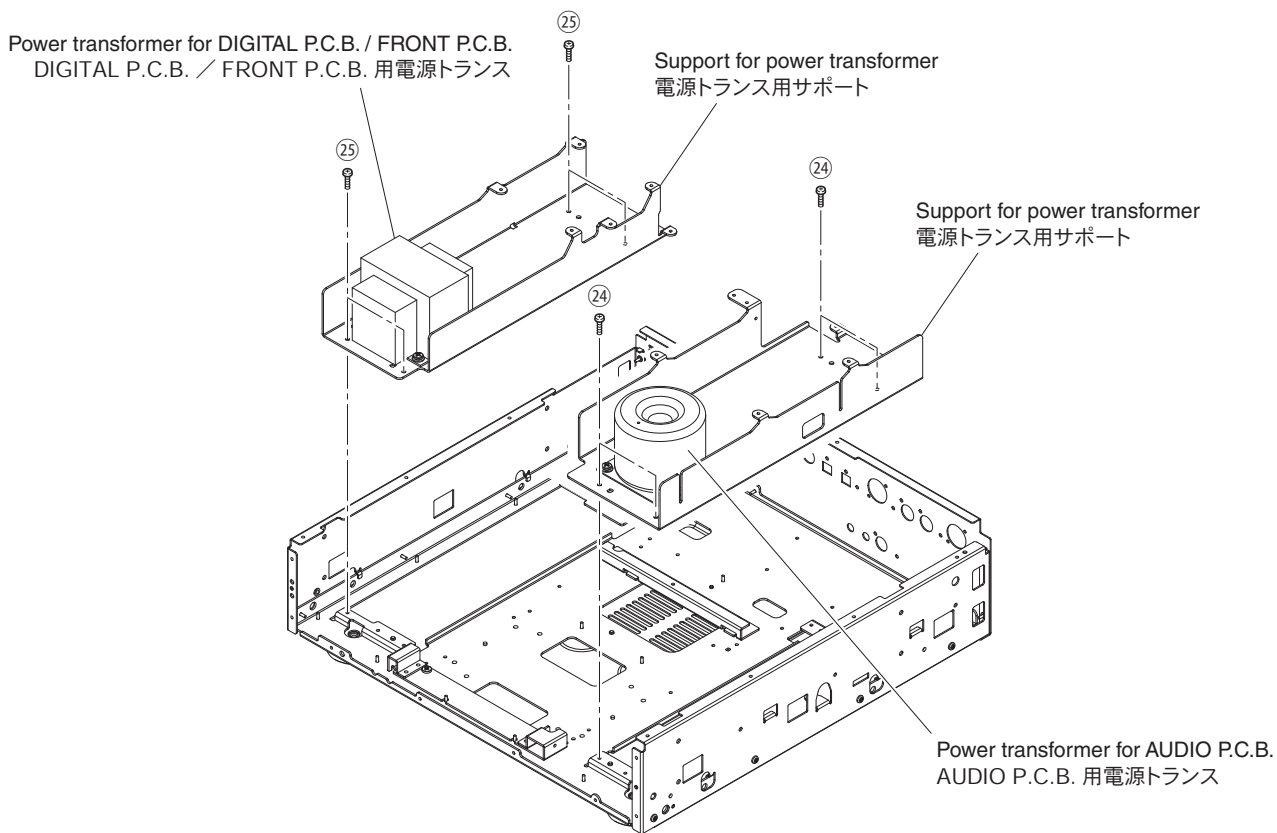

Fig. 10
- Remove 4 screws (24). (Fig. 10)
- Remove the power transformer for AUDIO P.C.B. together with the support. (Fig. 10)
- Remove 4 screws (25). (Fig. 10)
- Remove the power transformer for DIGITAL P.C.B. / FRONT P.C.B. together with the support. (Fig. 10)
- ②④ のネジ 4 本を外します。(Fig. 10)
- AUDIO P.C.B. 用の電源トランスを、サポートと一緒に外します。(Fig. 10)
- ②⑤ のネジ 4 本を外します。(Fig. 10)
- DIGITAL P.C.B. / FRONT P.C.B. 用の電源トランスを、サポートと一緒に外します。(Fig. 10)